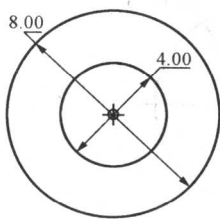

图 1-21 绘制同心圆
(1) 单击  按钮, 然后选择一个圆或圆弧以确定圆心。
(2) 移动鼠标, 调整圆的半径, 在合适的位置单击鼠标确定圆的大小, 如图 1-21 所示。